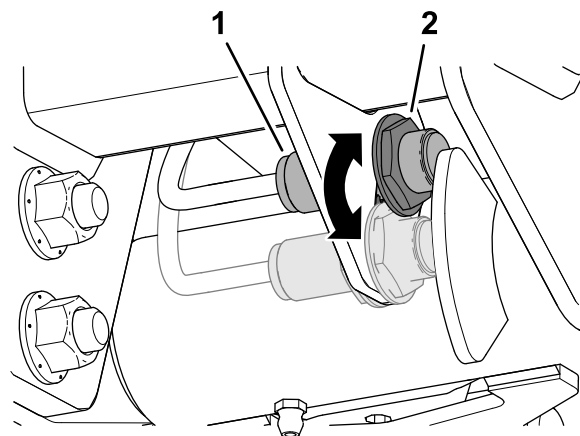

Рисунок 56
3. Ослабьте контргайку, которая крепит переключатель подъемного рычага к пластине переключателя (Рисунок 56).